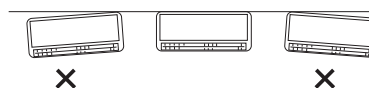

Fig. 3-39
- (2) Vérifier encore une fois avec un mètre ruban ou un niveau de charpentier que le panneau est à niveau. Il est particulièrement important pour installer l'unité correctement. (Fig. 3-39)